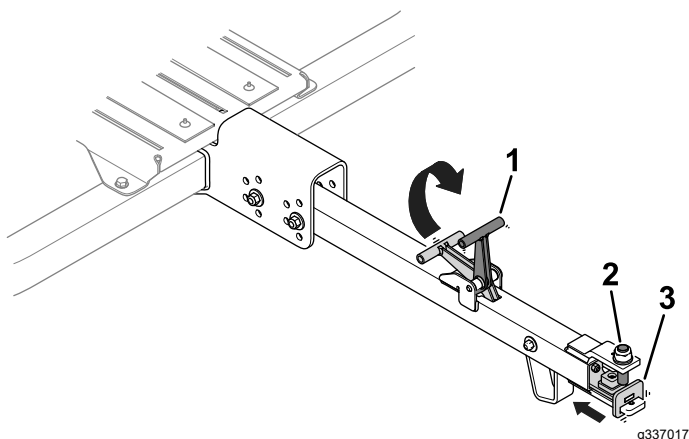

Figura 26
1. Eleve la palanca de la barra (Figura 26).